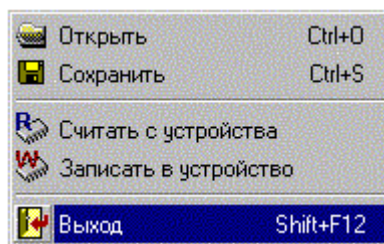

Рис.4.45. Панель всплывающего меню
- если Вы находитесь в окне конкретного программатора, то выход из программы можно осуществить при помощи всплывающего меню. Для чего: нажать правую клавишу мыши, откроется панель всплывающего меню (рис.4.45). Наложить указатель на требуемый пункт меню и нажать левую кнопку мыши.